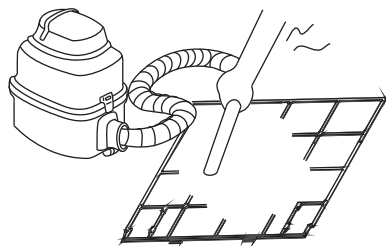
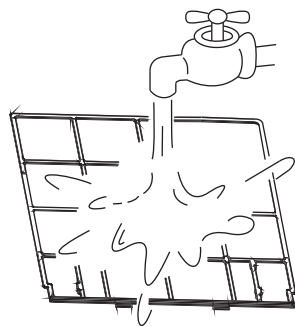

Рис. G3
Рис. G4
4. Во время чистки пылесосом приточная сторона фильтра должна быть направлена вверх (см. рис. G3). Во время мытья водой приточная сторона фильтра должна быть направлена вниз (см. рис. G4).